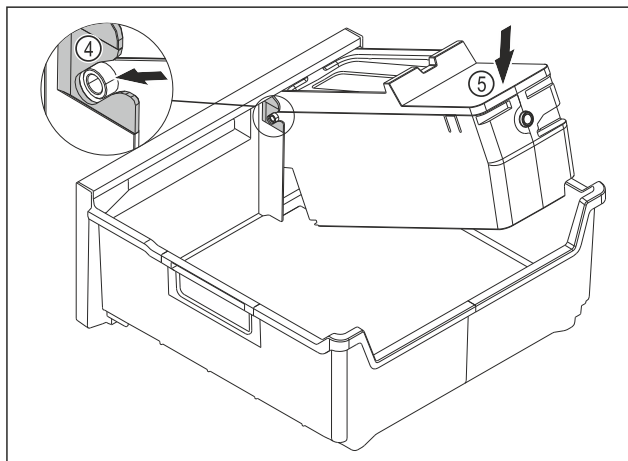

Fig. 89
- ▶ Montáž korpusu EasyTwist-Ice: Osy korpusu EasyTwist-Ice zasuňte do vedení Fig. 89 (4).
- ▶ Stlačte korpus EasyTwist-Ice Fig. 89 (5) vzadu dolů.